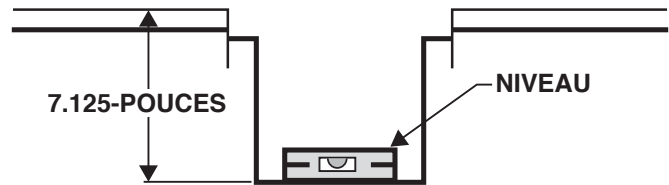

Figure 10C: Profondeur de montage du boîte en U
6. Installez la boîte fabriquée de sorte que le bas à l'intérieur de la boîte soit à 7 po sous l'ouverture du plancher. **Note** : si les unités sont installées avant de placer le revêtement de plancher, l'épaisseur du plancher doit être soustraite à 7 po pour obtenir la profondeur de montage. Exemple: la profondeur de montage de 7 po moins l'épaisseur du plancher de 0,75" entraîne la nouvelle profondeur de montage. Voir figure 10C.
7. Utilisez un niveau pour vérifier que la boîte fabriquée est correctement installée. Voir figure 10C.